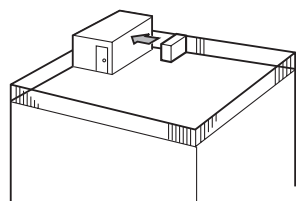

Fig. 2-3
- ① Расположите прибор так, чтобы выходное отверстие было направлено к самой близкой из доступных стен на расстоянии около 50 см от стены. (Fig. 2-3)